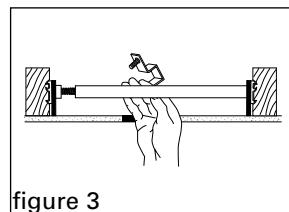
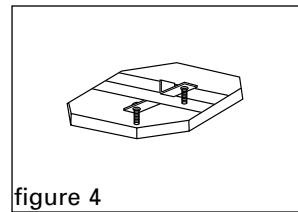

figure 3
figure 4
3. Accrochez le crochet par-dessus le tube carré et centrez-le au milieu du trou (Figure 3). Assurez-vous que les vis pointent vers le trou dans le gyproc (figure 4).